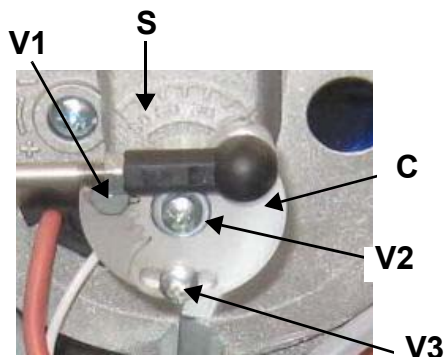

Fig. 19
- 16 Per correggere, eventualmente, la portata del gas, impostata ai punti 1 e 2 del paragrafo, allentare la vite **V1** (Fig. 19) e regolare l'angolo di apertura della valvola a farfalla ruotando la piastrina **C**, agendo sulla vite **V3** (la rotazione oraria diminuisce la portata del gas, quella antioraria la aumenta). L'indice **S** indica l'angolo di apertura.